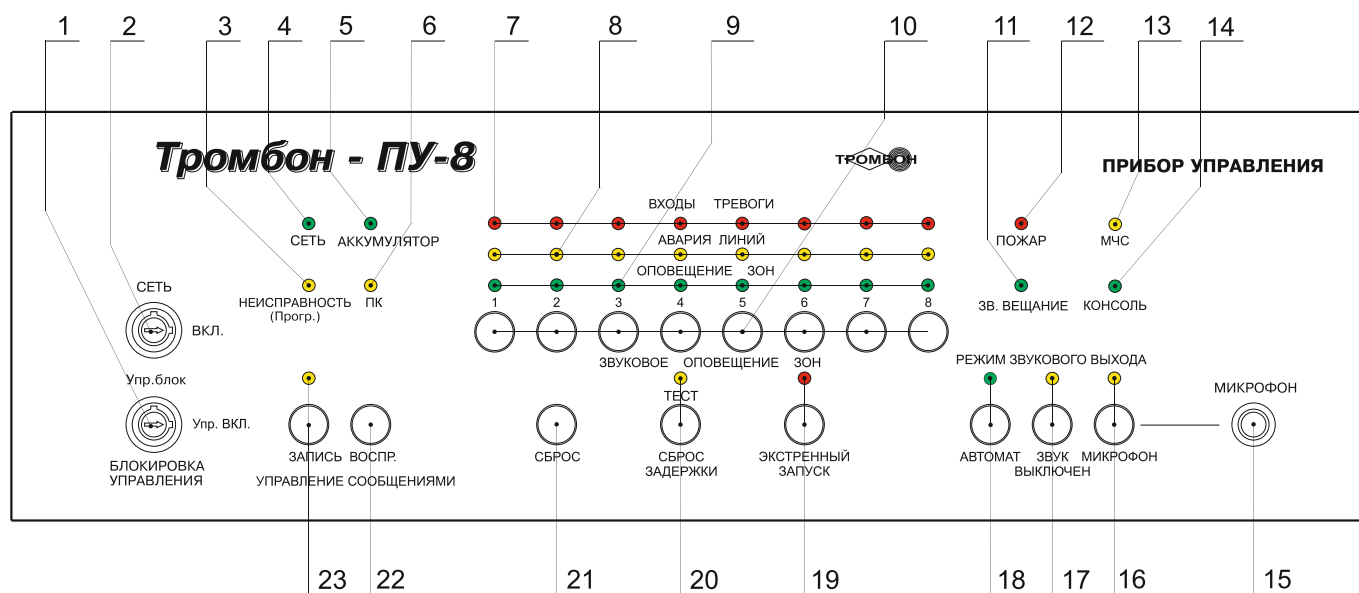

Рис. 1. Внешний вид ПУ «Тромбон – ПУ-8» и расположение органов управления и индикации.
Входы пожарной сигнализации прибора «Тромбон – ПУ-8» реагируют на замыкание контактов на выходе ППКП. Для управления оповещением в автоматическом режиме к этим входам необходимо подключить столько выходов ППКП, сколько имеется зон оповещения. При получении от ППКП командного сигнала на любой из входов, Прибор зажигает на передней панели индикатор, соответствующие номеру тревожной зоны и индикатор «Пожар» (рис.1 поз. 7, 12).
4. Любое другие значения сопротивления линии связи, воспринимаются Прибором как авария линии связи с ППКП. На передней панели Прибора загораются индикаторы «АВАРИЯ ЛИНИЙ», соответствующий номеру неисправной линии «НЕИСПРАВНОСТЬ» (рис. 1, поз. 3, 8), а также включается реле на выходе «Авария» и периодически раздается звук зуммера.
Вход в режим «Тест» возможен только в дежурном режиме работы ПУ. Для входа в режим «Тест» необходимо нажать и удерживать в течение 5 секунд кнопку «Тест» (рис. 1, поз. 20).
сигнализации, входа МЧС и контроль линий связи с оповещателями. В «Дежурном режиме» на передней панели Прибора горят индикаторы «СЕТЬ», «АККУМУЛЯТОР» и «АВТОМАТ» (рис. 1, поз. 4, 5, 18).